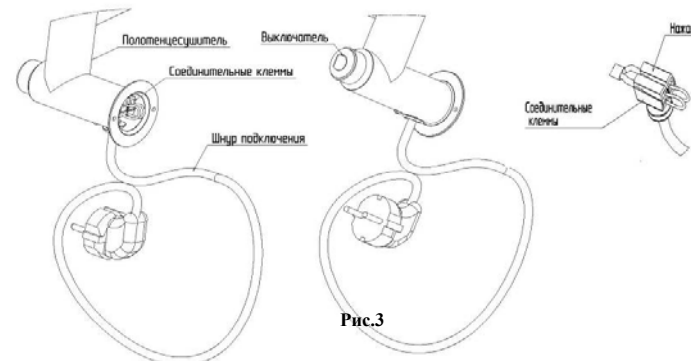

Рис.3
4.6.2. Слегка выдвинуть соединительные клеммы из полотенцесушителя (рис.3). Отсоединить провода питания от соединительных клемм. Обрезать провод заземления (имеет желто-зеленый цвет изоляции) на длине 20...30мм от корпуса полотенцесушителя.